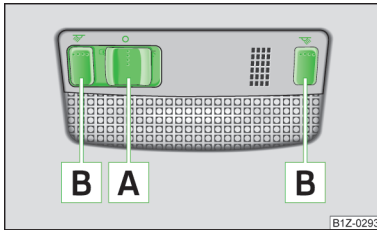

Abb. 23
- Den Schalter **A** » Abb. 23 zum Rand der Leuchte drücken, es erscheint das Symbol ☼.
- Den Schalter **A** » Abb. 23 in die Mittelstellung **O** drücken.
- Den Schalter **A** » Abb. 23 zur Mitte der Leuchte drücken, es erscheint das Symbol ☼.
- Die Schalter **B** » Abb. 23 drücken, um die Leseleuchten ein- bzw. auszuschalten.
Ist die Bedienung der Leuchte mit dem Türkontaktschalter eingeschaltet (Schalter **A** » Abb. 23 in der Stellung ☼), leuchtet die Leuchte auf, wenn: